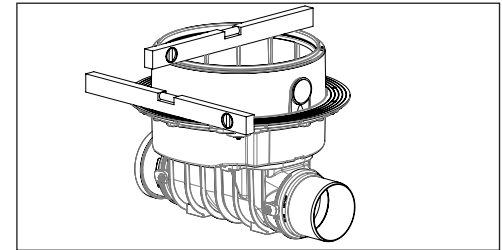

Abb. 1
**2.1 KESSEL-*Staufix* SWA zum Einbau in die Bodenplatte** (Best.Nr. 73100.10 S/X, 73125.10 S/X, 73150.10 S/X, 73200.10 S/X). Gilt entsprechend auch für den Einbau *Controllfix*. Der Grundkörper des KESSEL-*Staufix* SWA ist waagrecht auszurichten (siehe Abb. 1). Die beiliegende Profil-Lippendichtung in die Nut des Zwischenstückes einlegen und ein-